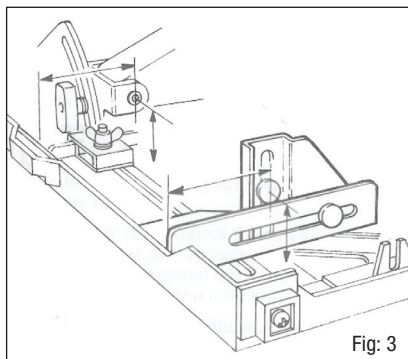

Fig. 3
**NOTA :** La Fig. 3 présente le boulon de pivotement dans l'alignement du pivot avant de la scie. Il est possible d'effectuer ce réglage à l'estime en procédant à un alignement minutieux, mais il est préférable de mesurer les points de pivotement relatifs par rapport à la plaque coulissante, tels qu'indiqués, au moyen d'un réglé ou d'un mètre-ruban.
4. Une fois que le boulon de pivotement a été placé correctement, serrez fermement l'écrou, ainsi que l'écrou permettant de fixer l'équerre de montage de pivot (B) sur l'équerre de base (A).
**NOTA :** Si vous possédez une scie à soulèvement vertical, il n'est pas nécessaire de recourir à cette procédure. Il suffit de placer le boulon de pivotement en position basse dans la rainure afin qu'il n'empêche pas le montage correct du bouton en T (G) dans une étape ultérieure.